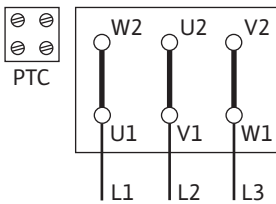
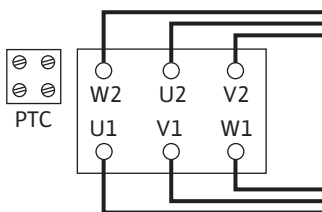

Fig. 10: Rozbeh Y-Δ
Fig. 11: Δ-zapojenie
- Sieťová prípojka závisí od výkonu motora P2, od sieťového napätia a druhu zapínania. Požadované spínacie mostíky vo svorkovnici nájdu v nasledujúcej tabuľke, ako aj na Fig. 10 a Fig. 11.
Y-Δ-nábeh (štandard)	Odstráňte spájacie mostíky (Fig. 10).
Štart pomocou mäkkého spúšťača	Δ-spínanie (Fig. 11)